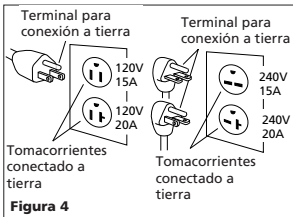

Figura 4
1. Si no está familiarizado con el enchufe del cordón eléctrico o si éste no entra en el tomacorrientes, la Figura 4 le muestra los diferentes enchufes necesarios según el voltaje de la unidad.